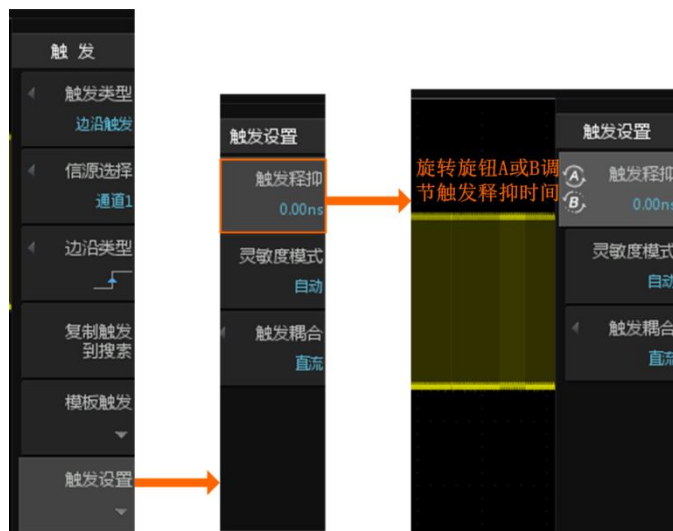

图 10-18 触发释抑界面
- 用户可按下前面板的【Trigger】键（触发功能键），在弹出的触发功能菜单里点击【触发设置】进入触发设置界面。点击【触发释抑】用户可旋转旋钮 A 和旋钮 B 调节触发释抑时间的大小，最大为 16s，其中旋钮 A 微调，旋钮 B 粗调，如图 10-18 所示。